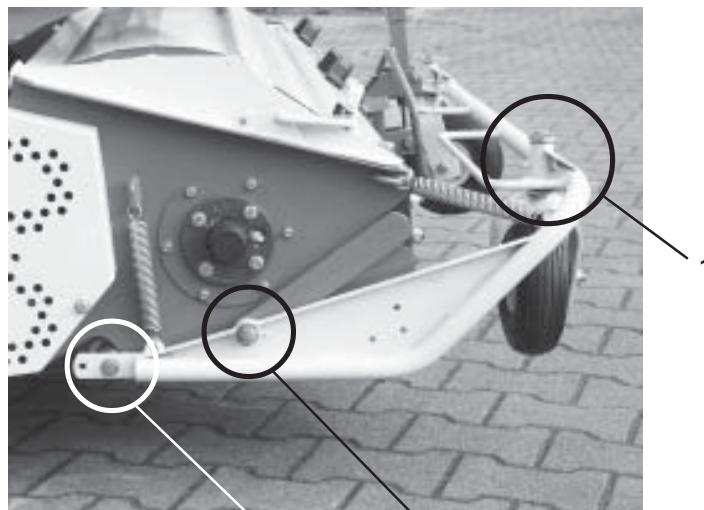

fig. 34
- pivot des roues avant (fig. 34/1)
- pivot de châssis de réglage de coupe (fig. 34/2)
- roulements du rouleau de jauge (fig. 34/3)